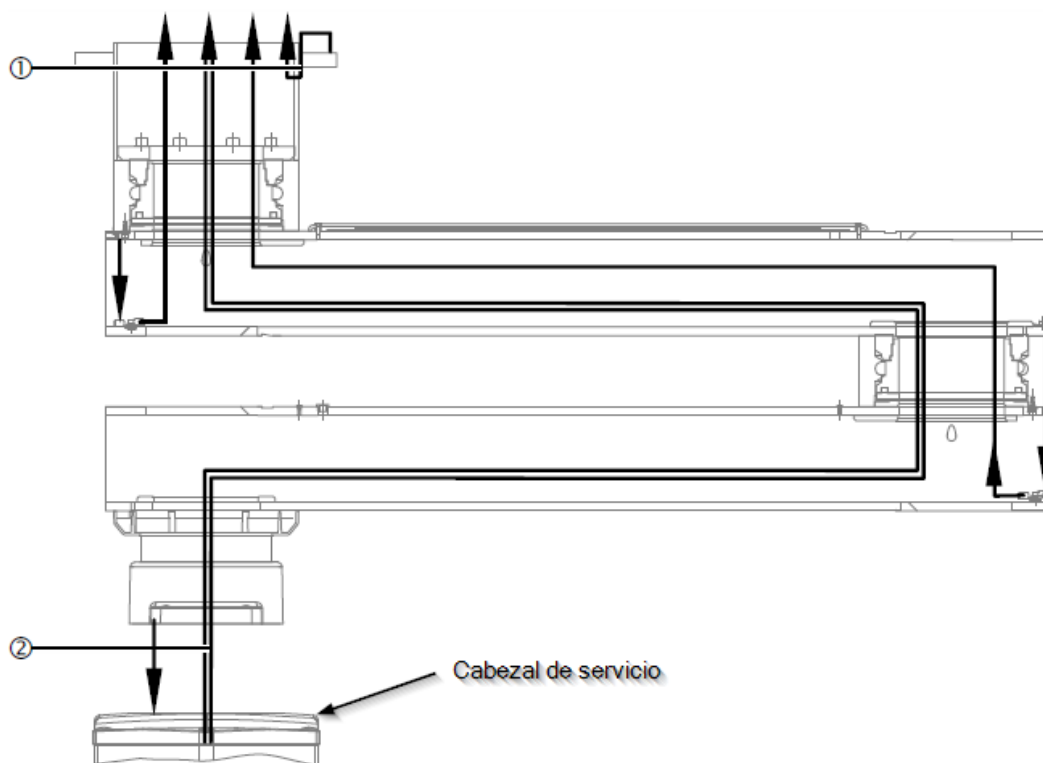

Abb. 21 Anschluss der Erdungskabel
- Setzen Sie die 4 Zylinderschrauben M8 ① so ein, dass sie mit den 4 Aufnahmen an der Oberseite des Servicekopfes übereinstimmen.
- Setzen Sie für jede Zylinderschraube M8 ① 1 Sicherungsscheibe S10 ② (wie in Abbildung 21 dargestellt) so ein, dass die flache Scheibe zwischen dem oberen Verschluss des Servicekopfes (auf der Innenseite) und der entsprechenden Sechskantmutter ③ sitzt.
- Die zylindrischen Inbusschrauben M8 ① – DIN EN ISO 10642 müssen mit 40 Nm angezogen werden.
- Nach Abschluss der Befestigung des Servicekopfes setzen Sie die M4x16-Inbusschrauben ④ wieder in ihre Ausgangsposition ein und ziehen Sie sie fest.